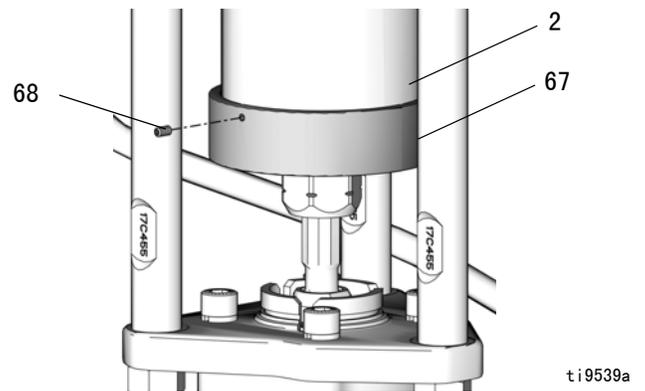

图 10. 安装收集器
7. 参见图 10。将收集器（67）向上推至滑动缸（2）底部，以便牢牢安装。用手拧紧三个定位螺钉（68）。